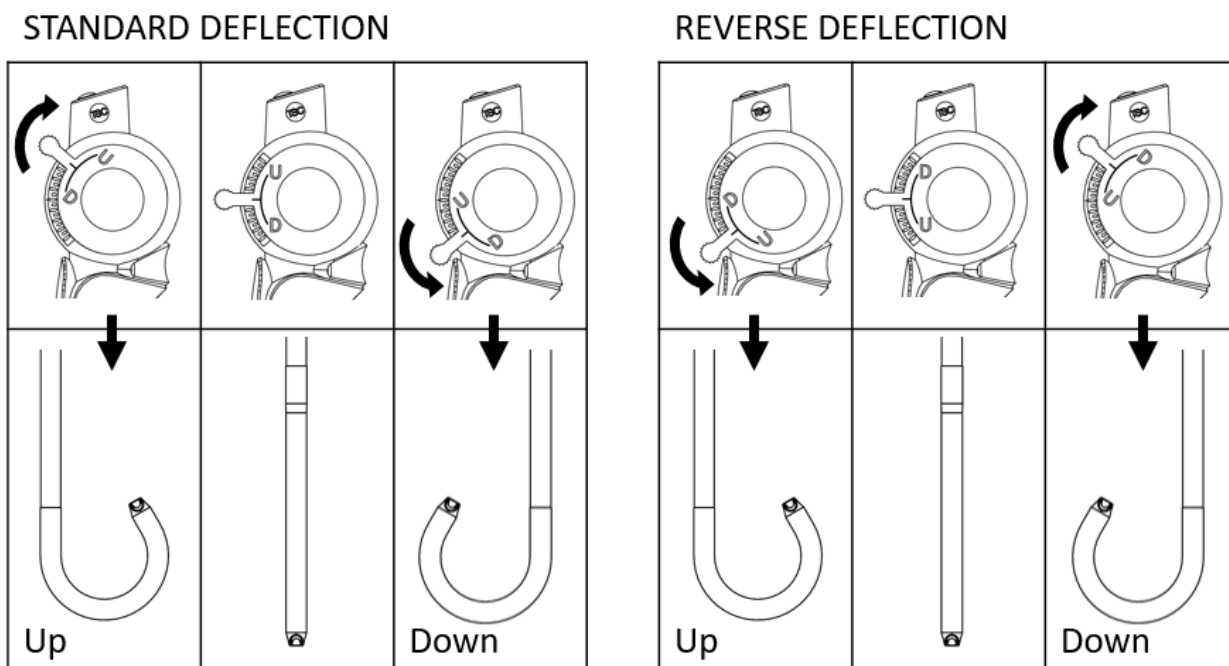

Abbildung 1. Die Bewegungen zur Steuerung der Artikulation hängen von dem verwendeten Modell ab
- Überprüfen Sie, ob der artikulierte Teil störungsfrei und korrekt funktioniert, indem Sie den Deflektions-Hebel in die „Nach Oben“- und die „Nach Unten“-Position stellen. Überzeugen Sie sich von der Art der Deflection: die Steuerung der Artikulation kann *Standard* (Hebel nach oben = Spitze nach oben) oder *Reverse* (Hebel nach oben = Spitze nach unten) sein (**Abbildung 1**).